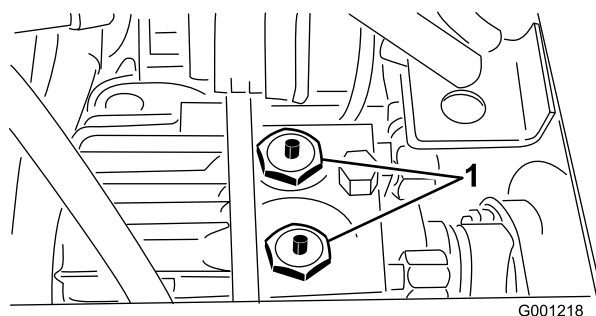

Figura 33
ou reboca a máquina. Na Figura 33, o banco e a respectiva placa de montagem foram retirados.
2. Mantenha pressionado os pinos que estão a meio das estruturas das 2 válvulas de verificação, na parte superior da transmissão (Figura 33), enquanto empurra